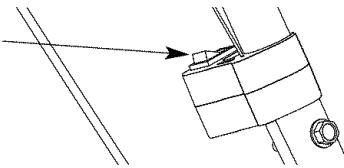

Fig. 11
NOTA: No hay necesidad de arrancar la unidad. El control de encendido y apagado está en la posición ENCENDIDO (I) en todo momento (Fig. 11).
2. Oprima y mantenga oprimido el Control de encendido y apagado en la posición APAGADO (O) hasta que el motor se detenga por completo (Fig. 11).